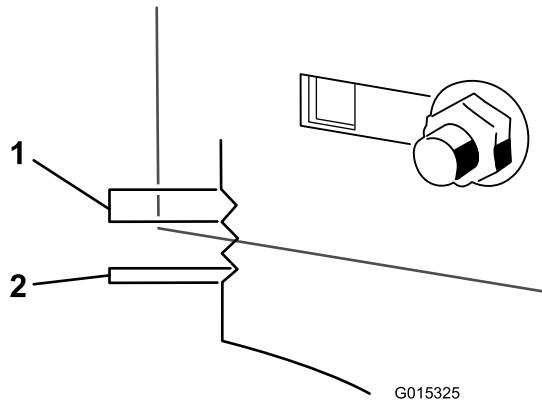

Figura 52
10. Utilice las muescas del soporte soldado para medir la cantidad de ajuste. Cada muesca completa equivale a 0.25 pulgadas, y un solo lado equivale a 0.125 pulgadas (Figura 52). Ajuste la carcasa de corte a la altura deseada.